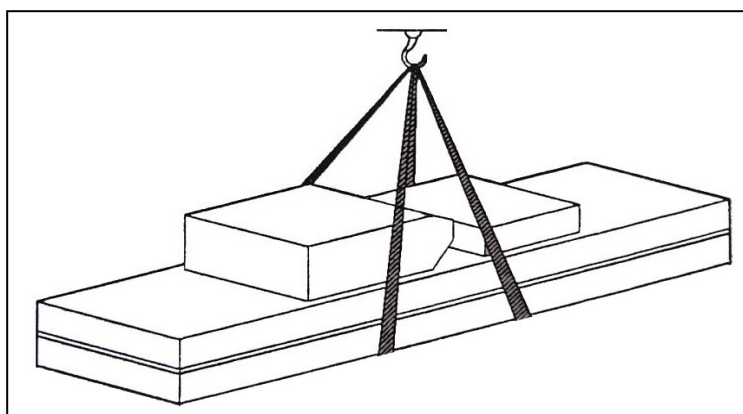

Figura 2
TRANSPORTE (Figura 2)
- Além disso o transporte deve ser de acordo com a figura 2.